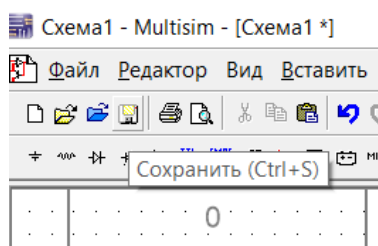

Рисунок 1.2 – Сохранение файла в программе «Multisim»
3.3. Сохраните файл под своей фамилией на рабочем столе для написания отчета. Для этого нажмите на ярлык сохранения "  " или комбинацию клавиш "Ctrl+S", рисунок 1.2.